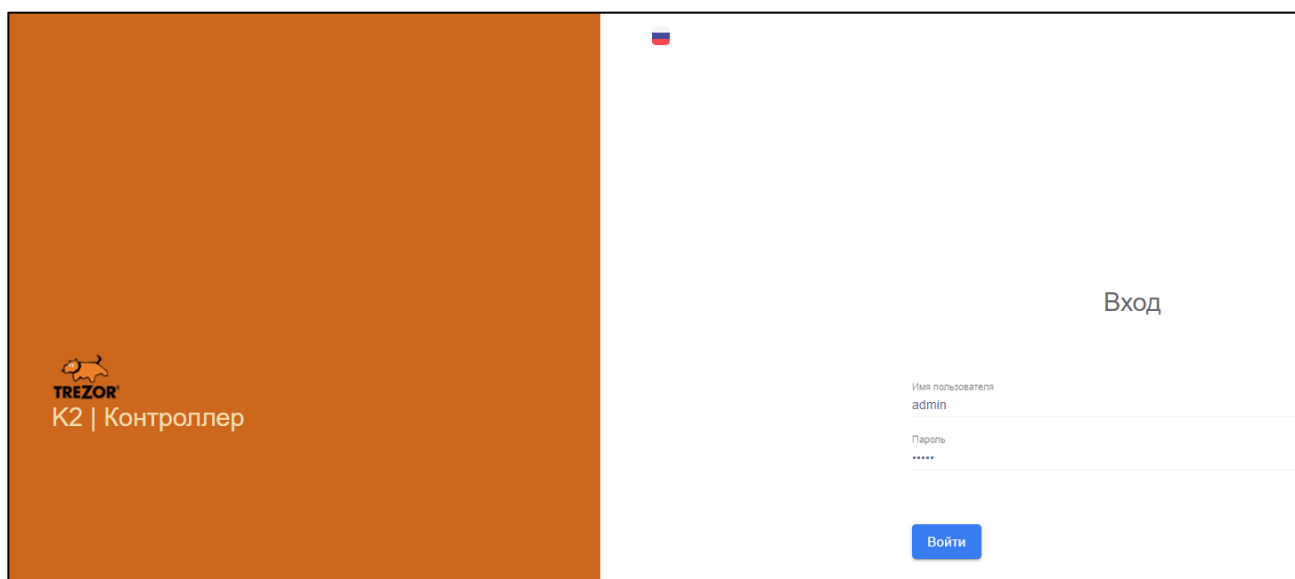

Рисунок 2.1 – Окно входа в СПО изделия
2.3.1.1 Работа с СПО изделия осуществляется через Web-интерфейс. Для работы следует запустить любой доступный в ОС браузер (по умолчанию – Mozilla Firefox) и в его адресной строке ввести <http://127.0.0.1> (рисунок 2.1).